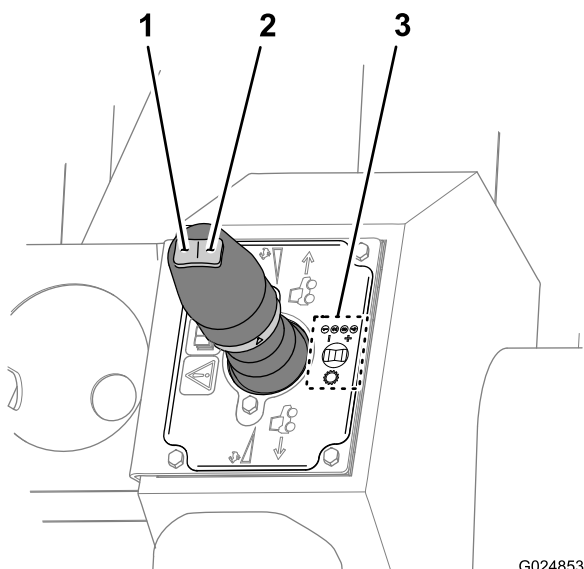

Figura 43
- Per selezionare una marcia superiore, premete il pulsante di cambio a una marcia superiore (destro) sull'interruttore a bilanciere (Figura 43).
- Per selezionare una marcia inferiore, premete il pulsante di cambio a una marcia inferiore (sinistro) sull'interuttore a bilanciere (Figura 43).